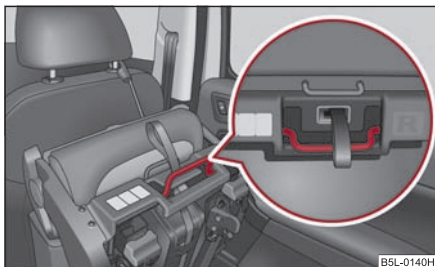

Fig. 88 Mânerul de pe suprafața de ședere
- Scoateți scaunul, de mânerul de pe suprafața de ședere ⇒ fig. 88.